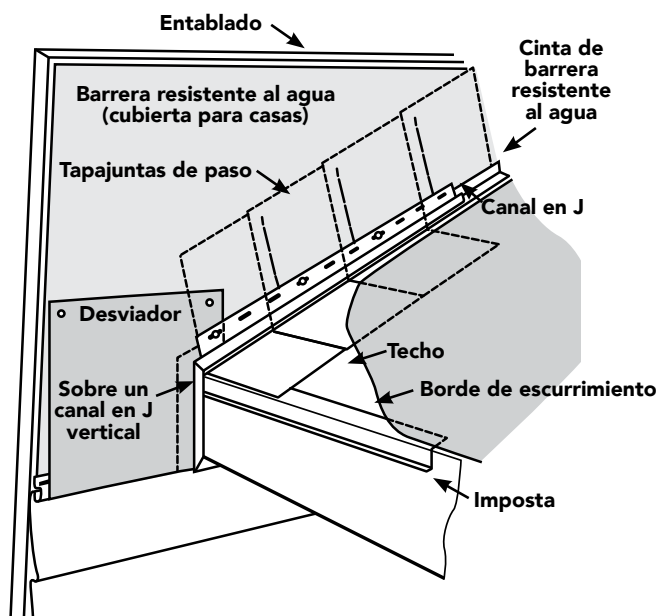

Figura 42
- Corte una desviación de una hoja de aluminio, verificando que se coloque sobre el dobladillo de clavado de la última hilera horizontal completa (Figura 42). También verifique que el desviación se haya colocado dentro el bolsillo receptor del canal en J vertical y detrás de los dobladillos de clavado de los canales en J que siguen la línea del techo para el mejor drenaje.